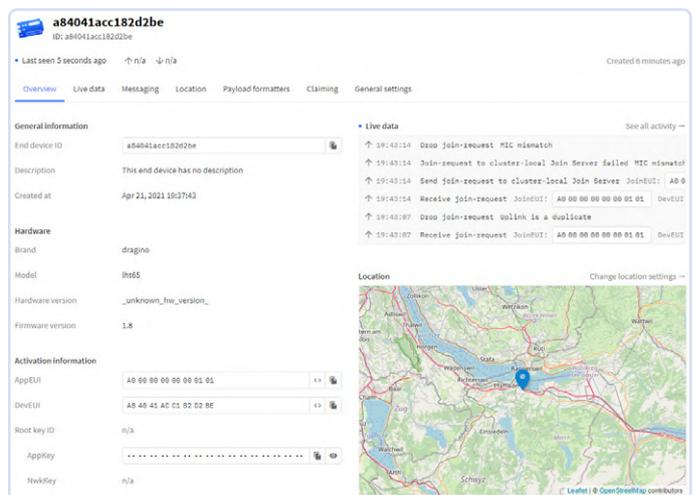

Bild 8. Vom LHT65 gelieferte Live-Daten.
Nach einem Klick auf den Button Register end device wird das neue Endgerät bei TTS (CE) registriert. Wenn alles fehlerfrei erfolgt ist, dann meldet sich der LHT65-Sensorknoten nach kurzer Zeit mit seinen Livedaten (Bild 8).